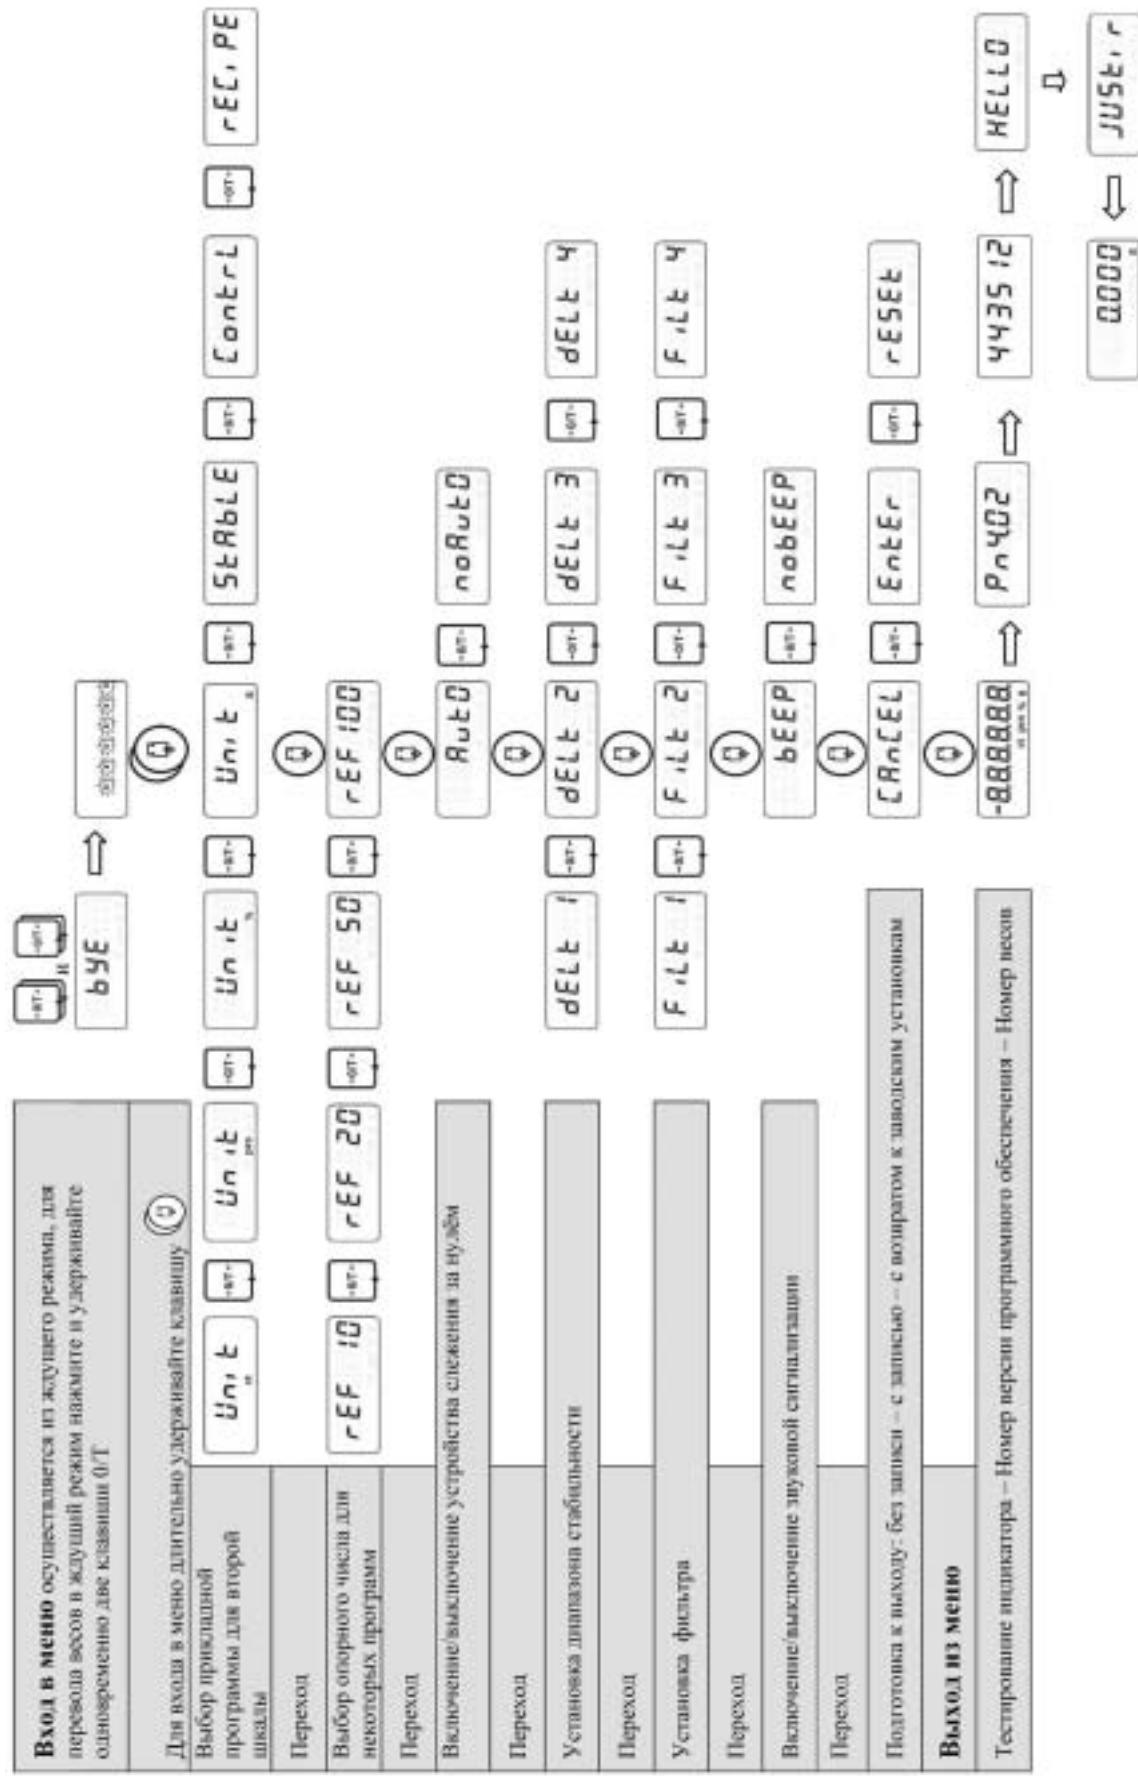

Рисунок 5 – Конфигурация меню
- Переход к следующей опции (рисунок 5) осуществляется коротким нажатием клавиши  . Чтобы вернуться к пройденной опции, необходимо заново войти в меню.
Установка программы (Рисунок 5)
Содержание операции***Индикация*****Установка программы** (Рисунок 5)
Содержание операции***Индикация*****Установка программы (Рисунок 5)**